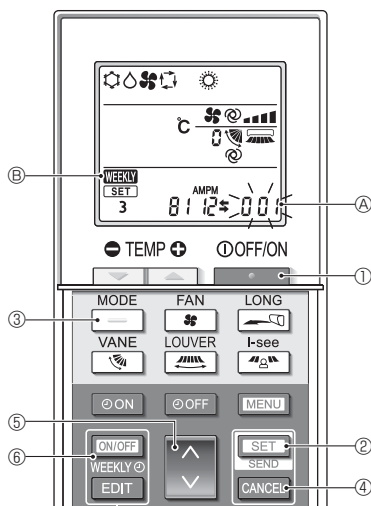

Fig. 4-12
4.12.8. Slik deaktiverer du drift i Auto-modus (Fig. 4-12)
1. Trykk på **STOP**-knappen ① for å stoppe klimaanlegget.
- Hvis ukestidsuret er aktivert, trykker du på **ON/OFF WEEKLY**-knappen ⑥ for å deaktivere tidsuret. (**WEEKLY** Ⓑ forsvinner.)
2. Trykk på **SET**-knappen ② i 5 sekunder.
3. Trykk på **UP**-knappen ④.
4. Fullføring av innstillingene (Fig. 4-12)